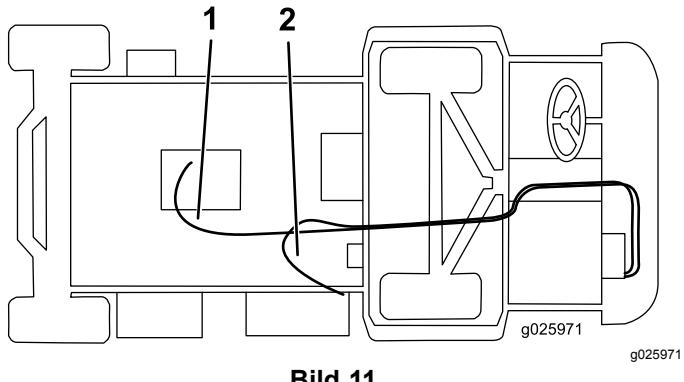

**Bild 10**
4. Schneiden Sie den unteren Kühlerschlauch ab und befestigen Sie das T-Anschlussstück mit zwei großen Schlauchklemmen an jedem abgeschnittenen Ende des unteren Kühlerschlauchs (Bild 10).